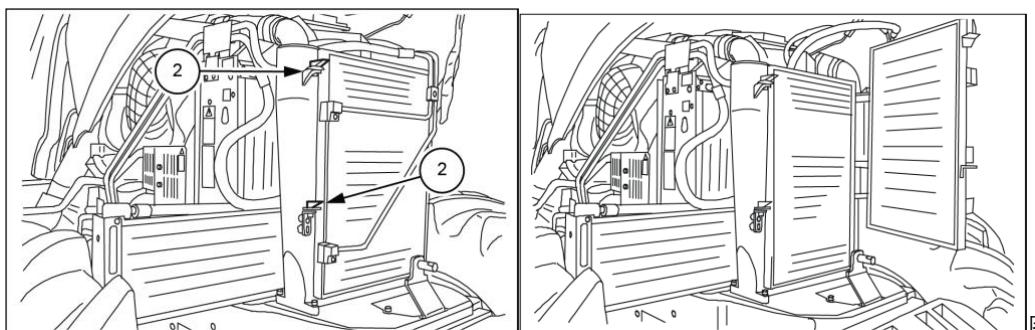

图 2
4. 要检修冷凝装置的后部，请将冷凝器左侧的两个固定锁扣(2) 翻开至垂直位置。
5. 要清洁中间冷却器和冷凝器，请用双手抬起冷凝器并向右旋转（参见图2）。